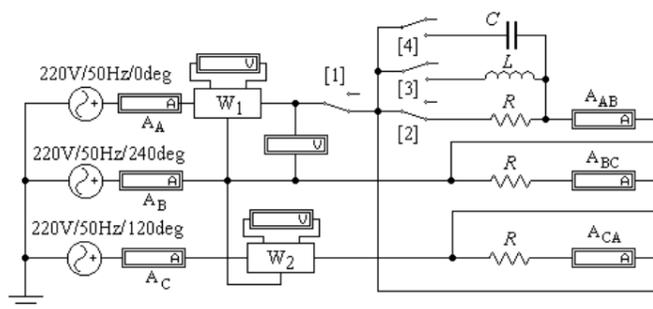

Рис. 10.1
При соединении трехфазной цепи треугольником линейное напряжение равно фазному, а линейный ток равен разности фазных токов, например: $I_A = I_{AB} - I_{CA}$. В частном случае, когда цепь симметрична, $I_L = \sqrt{3} I_\phi$. Измерение активной мощности трехфазной симметричной цепи можно произвести, измерив мощность одной фазы P_ϕ . Мощность всей цепи определится из равенства $P = 3P_\phi$. В несимметричных трехфазных цепях без нулевого провода мощность может быть измерена с помощью двух ваттметров (рис. 10.1). Мощность всей цепи $P_{\text{оп}} = P_1 + P_2$, где P_1 и P_2 – показания первого и второго ваттметров. При расчете:
В работе проводится исследование цепи, схема которой показана на рис. 10.1. Питание цепи осуществляется от трех источников синусоидального напряжения частотой 50 Гц. Действующие значения ЭДС этих источников одинаковы, а их фазы отличаются на 120° , так что напряжения образуют симметричную систему прямой последовательности. Значения ЭДС и параметров нагрузки, соответствующие варианту цепи, номер которого указывает преподаватель, приведены в табл. 10.1.
1. Открыть файл **LW10** и извлечь из поля вспомогательных компонентов **Favorites** две подсхемы (**Subcircuit**) **Wattmeter** (на рис. 10.1 – W_1 и W_2). Собрать остальную часть схемы, показанной на рис. 10.1, и установить ее параметры согласно табл. 10.1 в соответствии со своим вариантом схемы.